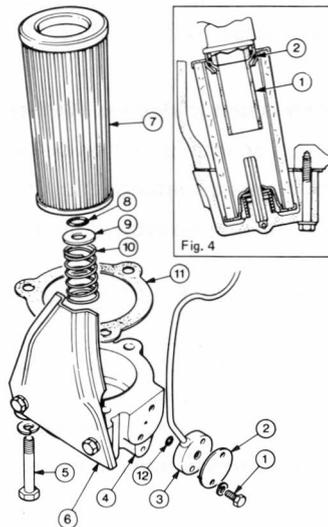

Fig. 21
- 2 – Déposer les 2 vis et rondelles (1 fig. 21) du raccord de dépressiomètre.
- 4 – Écarter le raccord (3) du couvercle de filtre (4) d'environ 6 mm pour faciliter la dépose de ce dernier.
- 5 – Déposer les 3 vis et rondelles (5) fixant le couvercle du filtre au carter, retirer le couvercle et son garant (6), déposer et jeter le joint.
- 6 – Sortir l'élément (7).
- 8 – Retirer le joint torique (8), la rondelle (9) et le ressort (10) du couvercle de filtre puis nettoyer l'intérieur du couvercle.
- 10 – Utiliser un nouveau joint (11), remonter le filtre et le couvercle assemblé au centre du carter en introduisant l'extrémité ouverte supérieure de l'élément dans le tube (1 Encart fig. 21) jusqu'à ce qu'il vienne en appui sur le joint torique (2) situé dans le carter.